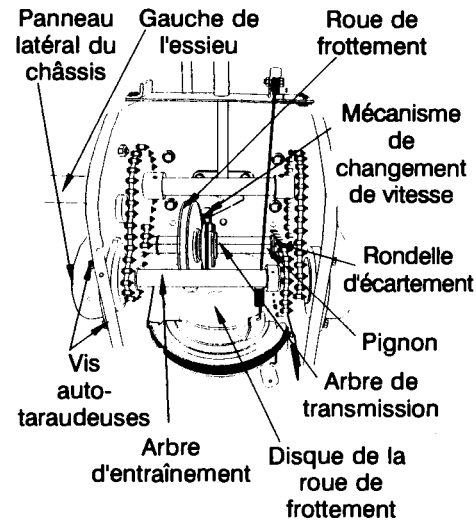

FIGURE 30
- Retirez les quatre vis autotaraudeuses du panneau latéral du châssis du côté gauche et démontez le panneau qui couvre l'arbre d'entraînement. Voir la Figure 30.
- Faites glisser la roue de frottement sur le mécanisme de changement de vitesse, comme à la Figure 30, et replacez l'arbre de transmission sur la machine. Remontez dans l'ordre inverse.